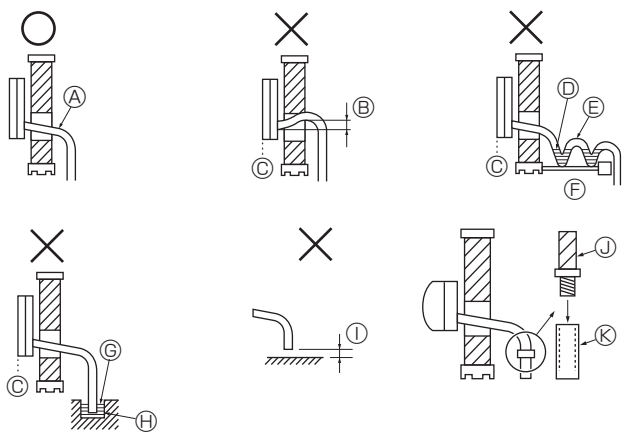

Fig. 5-1
5.1. Дренажды құбырлармен жұмыс (Fig. 5-1)